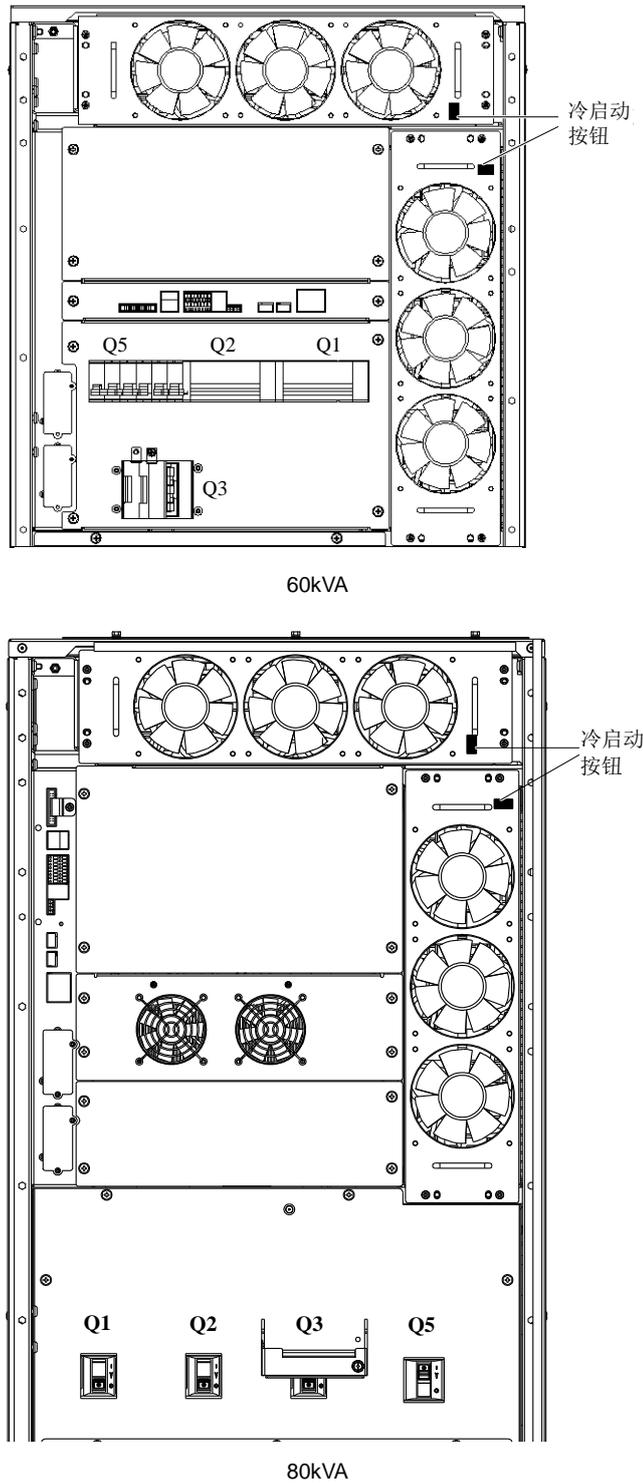

图5-1 UPS 电源开关位置示意图
UPS 柜内安装的电源开关可用钥匙打开前门后看到。各电源开关的位置如图 5-1 所示，它们包括：
2. 打开前门，按下电池冷启动按钮并保持 2 秒（位置见图 5-1）。此时，屏幕出现启动屏。见 4.3.1 启动屏。约 25 秒后，放电器开始自检和启动，告警指示灯呈红色常亮状态。约 30 秒后，放电器启动完成。